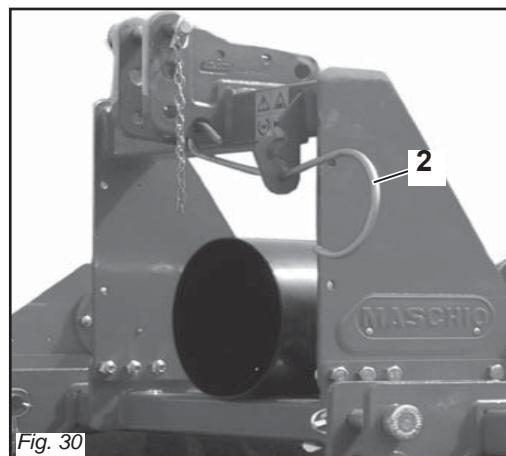

Fig. 30
- 3) Supportare l'albero cardanico con l'apposito sostegno (2 Fig. 30).
- 1) Position the support foot as shown in the figure 30.
- 3) Hold the cardan shaft with a suitable support (2 Fig. 30).
- 1) Placer le pied d'appui (voir figure 30).
- 3) Placez l'arbre à cardans sur son support (2 Fig. 30).
- 1) Den Stützfuß wie in Abb. 30 gezeigt anordnen.
- 3) Die Gelenkwelle mit ihrer Halterung (2 Abb. 30) abstützen.
- 3) Soportar el árbol Cardán con el relativo sostén (2 Fig. 30).